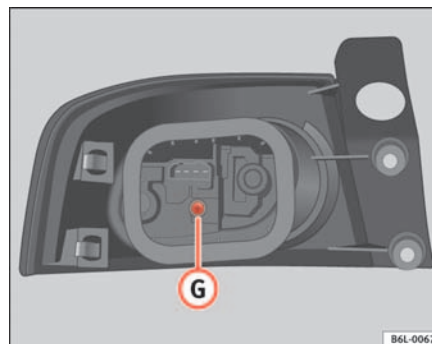

Abb. 158 Rücklicht an der Karosserie
- Die Schraube **G** ⇒ Abb. 158 entfernen.